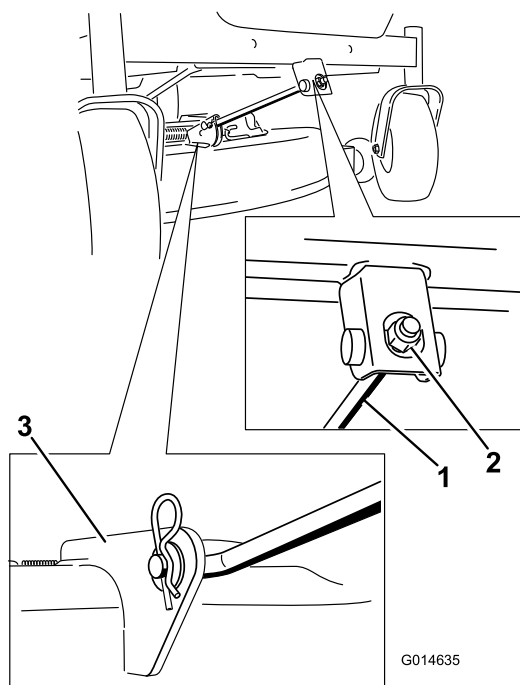

Figura 76
5. Rimuovete la coppiglia dall'asta di supporto frontale e rimuovete l'asta dalla staffa del piatto di taglio (Figura 76).
8. Montate l'asta di sostegno anteriore sul piatto di taglio con il perno con testa e la coppiglia a forcina (Figura 76).